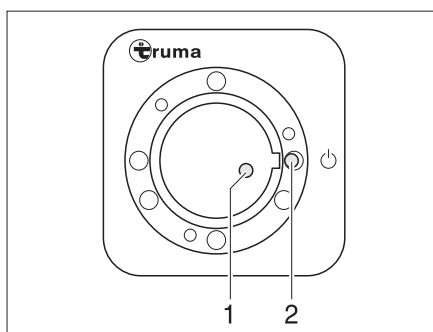
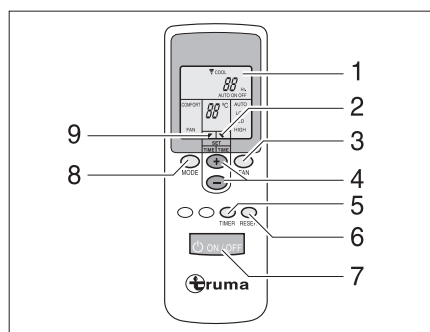

Fig. 120 Récepteur
Fig. 121 Télécommande
- Mettre en marche la télécommande à l'aide de l'interrupteur (Fig. 121,7). Le voyant de contrôle vert (Fig. 120,1) indique le mode de refroidissement.
- Régler le mode de fonctionnement souhaité à l'aide de la touche (Fig. 121,8).
- Régler si nécessaire la puissance de ventilation et la température de la pièce souhaitées à l'aide des touches (Fig. 121,3 et 4). La flèche (Fig. 121,9) indique le mode de réglage sélectionné.
- ▷ Sur le récepteur se trouve un interrupteur supplémentaire (Fig. 120,2) permettant de mettre en marche ou d'arrêter la climatisation sans télécommande. Lorsque la climatisation est mise en marche à l'aide de cet interrupteur, le mode de fonctionnement réglé sur la télécommande lors de la dernière utilisation est sélectionné automatiquement.
- Pour éteindre la climatisation, appuyer à nouveau sur la touche (Fig. 121,7) de la télécommande.
- Pour effectuer la programmation, allumer la climatisation à l'aide de la touche (Fig. 121,7) de la télécommande.
- Régler le mode de fonctionnement et la température de la pièce souhaités à l'aide des touches (Fig. 121,8, 3 et 4).
- Sélectionner à l'aide de la touche (Fig. 121,5) la fonction souhaitée (Fig. 121,1) :
- Sélectionner le temps de retard souhaité (de 1 à 15 heures) à l'aide des touches (Fig. 121,4). La flèche (Fig. 121,2) clignote et indique le mode de réglage.
- ▷ En appuyant sur la touche (Fig. 121,6), les réglages de la télécommande sont à nouveau envoyés au récepteur.